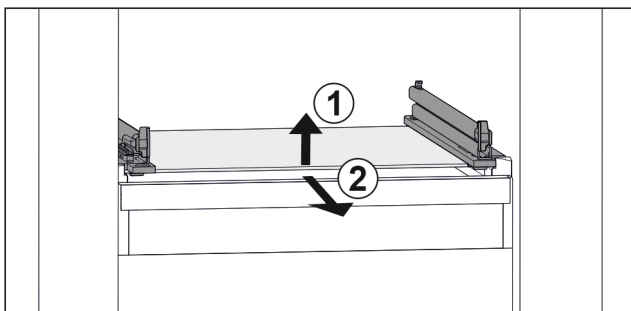

Fig. 78 Primjerna prikaz staklene ploče
- ▶ Staklenu ploču podignite srijeda. Fig. 78 (1)
- ▶ Izvadite staklenu ploču prema naprijed. Fig. 78 (2)